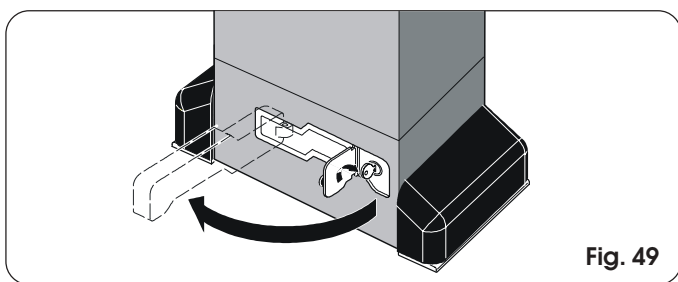

Fig. 49
- 2) Ruotare la chiave in senso orario e tirare la leva di sblocco come indicato in Fig. 49.